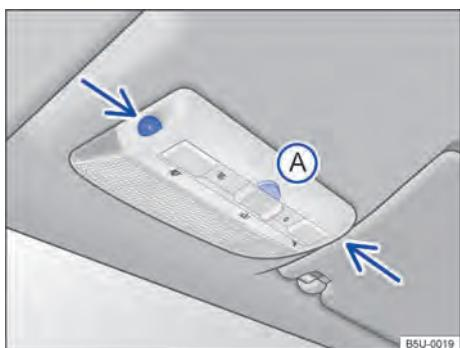

Fig. 50 No console do teto: sensores de monitoramento do interior do veículo e tecla **(A)** para desligar o monitoramento do interior do veículo.
O monitoramento do interior do veículo dispara o alarme com o veículo travado, se reconhecer movimentos no interior do veículo. O sensor e o receptor estão localizados no conjunto da lanterna de leitura → Fig. 50 (setas).
- Pressionar a tecla → Fig. 50 **(A)**. No painel de instrumentos, a luz de controle se acende.